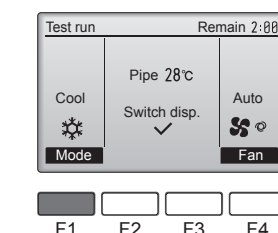

Fig. 7-3
- 1 Щоб змінити режим роботи, натисніть кнопку [F1]. (Fig. 7-3)